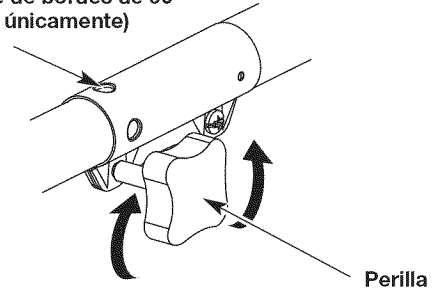
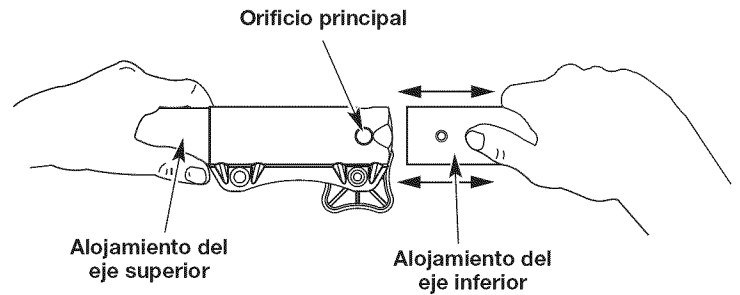

Fig. 4
Fig. 6
1. Gire la perilla en el sentido contrario a las agujas del reloj para aflojarla (Fig. 4).
2. Mientras sujeta con firmeza el accesorio, empújelo en línea recta dentro del acoplador hasta que el botón de liberación entre a presión y quede firme dentro del orificio principal (Fig. 6).
3. Gire la perilla en el sentido de las agujas del reloj para ajustar (Fig. 4).
PRECAUCIÓN: Antes de utilizar esta unidad, asegúrese de que el botón de liberación entre a presión completamente dentro del orificio principal (Fig. 6) y que la perilla (Fig. 4) quede bien ajustada.
Para un reborde decorativo con un accesorio de recorte, trabe el botón de liberación en el orificio de recorte de bordes de 90° (Fig. 4).
3. Mientras sujeta firmemente el alojamiento del eje superior, tire del accesorio de manera recta para sacarlo del acoplador (Fig. 6).